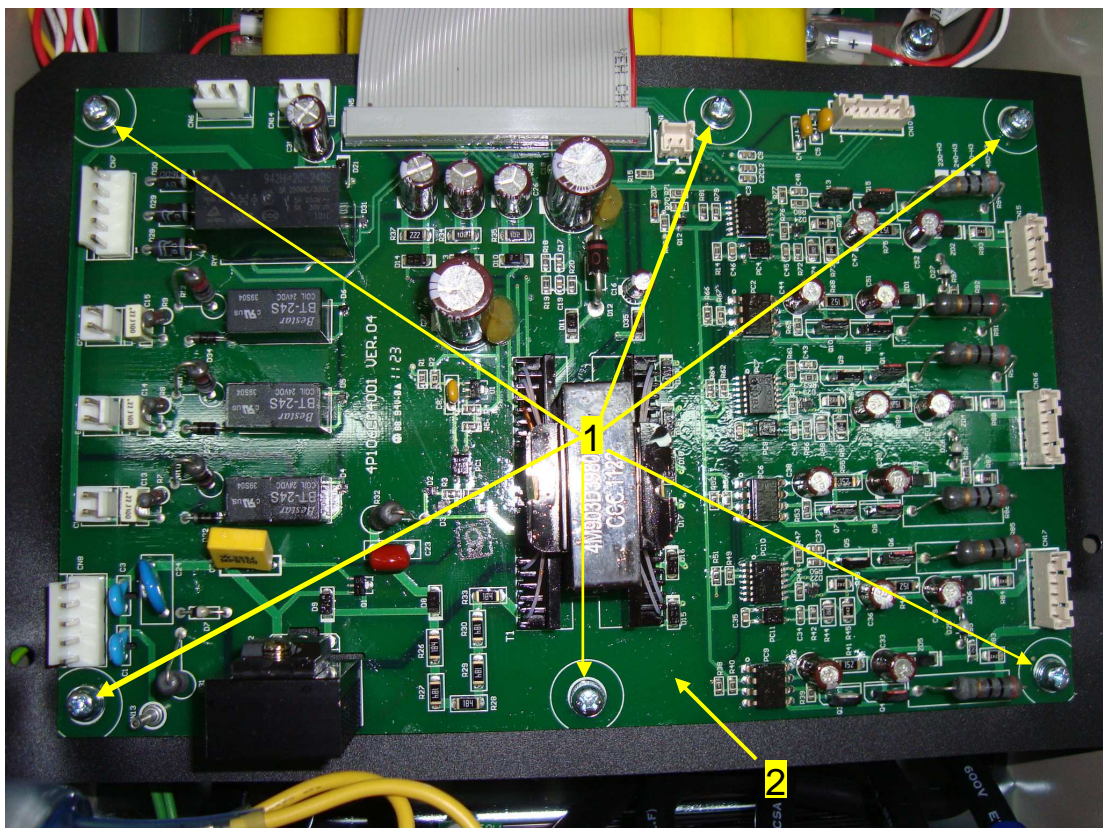

Рисунок 7.13
7.6.2 Взять плату 2, установить поверх прокладки, совместить отверстия в плате с резьбовыми отверстиями в стойках, вкрутить шесть винтов 1 (рисунок 7.13).